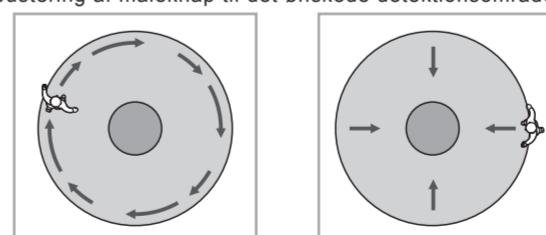

FIG. 19
5.3.4 Gå udenfor på tværs eller mod detektionsdækningen, indtil lysdioden og belastningen tænder i 2 sek. (Se FIG. 19).